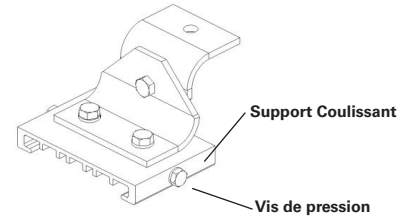

Figure 4 : Détails du montage pivotant
5. Serrer à fond les vis de pression de 1/4 po sur chaque support coulissant (voir la figure 4). Visser au couple de 78 po-lb (8,8 N.m).
6. Régler la position du luminaire selon l'angle souhaité, puis serrer les deux (2) boulons à œil de 5/16 po. Visser au couple de 138 po-lb (15,6 N.m).